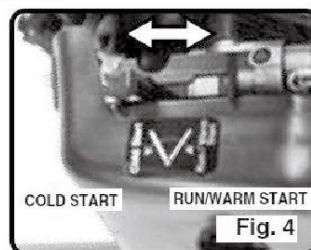

Fig. 4
3. Przesuń dźwignię ssania do pozycji "COLD START" (patrz rys. 4).
6. Po uruchomieniu silnika i pracy przez 10-15 sekund, przesunąć dźwignię ssania do pozycji "Run / Warm Start" (patrz rysunek 4).